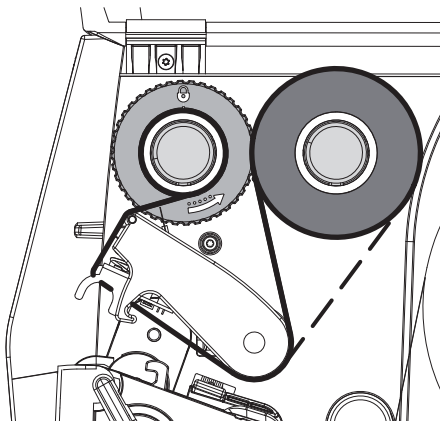

Figure 13 Défilement du ruban transfert
5. Adapter la position du flasque de positionnement du réenrouleur à la largeur du mandrin (4) et positionner le mandrin carton sur le réenrouleur (2).
6. Guider le ruban transfert à travers le mécanisme d'impression comme décrit sur la Figure 13.
► Passer le ruban transfert au dessus de la cellule de détection d'étiquettes (6).
7. Fixer le début de ruban transfert avec une bande adhésive au milieu du mandrin (4). Respecter le sens de rotation de l'enrouleur, à l'inverse des aiguilles d'une montre.
8. Tourner le réenrouleur (2) dans le sens inverse des aiguilles d'une montre pour lisser le ruban transfert.